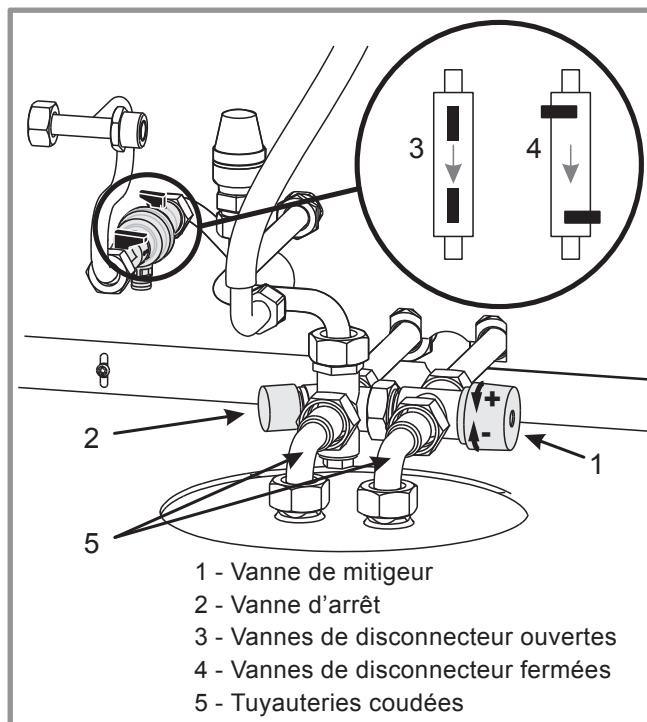

figure 33 - effinox condens duo 5000
- Tourner la molette (rep.1, *figure 33*) vers (+), jusqu'en butée.